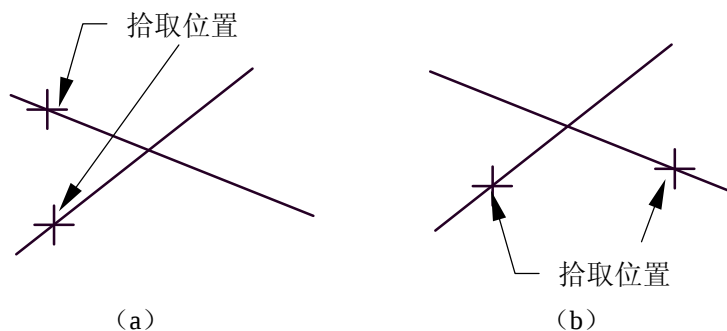

图 11-4 直线夹角的查询
**注意：**系统查询两直线夹角时，夹角的范围是在 0~180 度之间，而且查询结果跟拾取直线的位置有关。例如，在图 11-4 中，同样